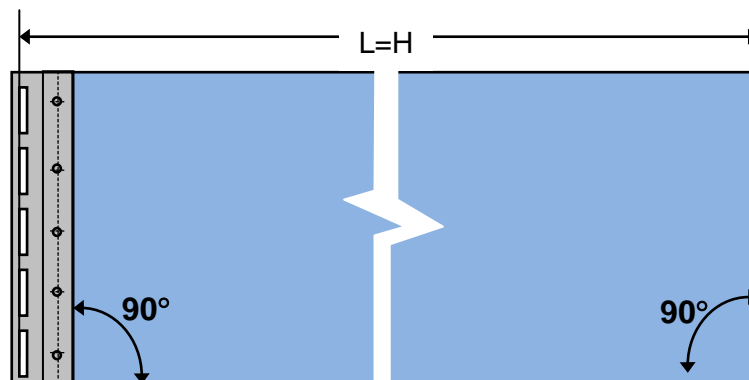

рис.6
2.5 При помощи рулетки от верхнего края установочных отверстий откладывается расстояние L равное высоте дверного проема H , измеренное в п. 2.1 (*рис.6*).